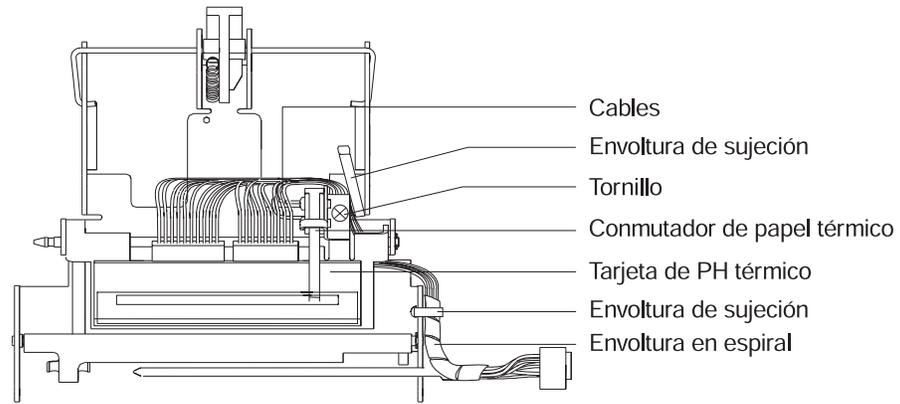

Figura 4-41. Extracción de las envolturas en espiral
4. Quite las **envolturas de sujeción y las envolturas en espiral** de los cables del cabezal de impresión térmica. Tome nota de las ubicaciones de las envolturas en espiral y del cable. Consulte la Figura 4-41 en la página 4-53.